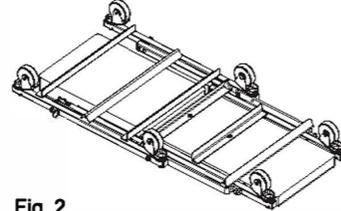

Fig. 2
4. Utilice la llave hexagonal de 5 mm incluida para fijar las ruedas al bastidor de la enredadera. Inserte los sujetadores roscados desde la parte superior y las ruedas desde la parte inferior, luego apriete con la llave hexagonal. (Fig. 2)